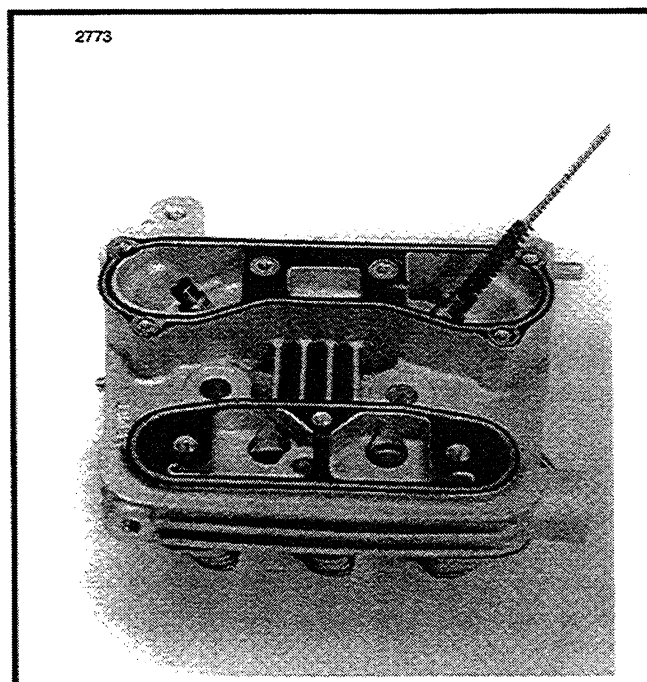

Figure 3-19. Rectification des guides de soupape
6. Voir Figure 3-19. Finissez l'alésage du guide avec une BROSSE A DEGLACER POUR GUIDE DE SOUPE, réf. HD-34723. Lubrifiez la brosse à déglacer avec de l'huile à déglacer. Actionnez la brosse avec une perceuse électrique et travaillez en croix (d'environ 60°).